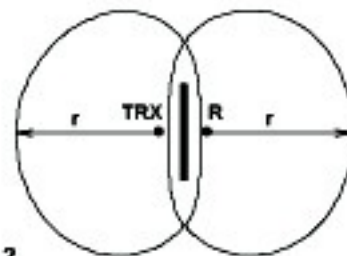

Рис. 2
- Наличие препятствий (стен, зданий и т.п.), мешающих прохождению или отражающих радиосигналы, что требует применения ретранслятора для увеличения радиуса действия (см. рис. 2);